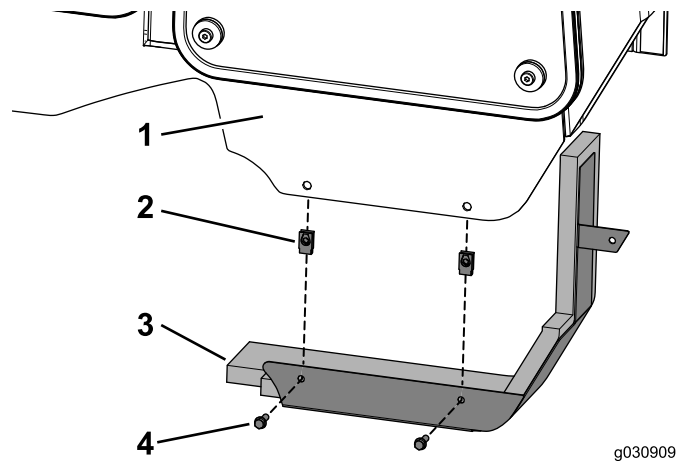

Figura 29
1. Montate i 2 dadi a graffetta sul telaio della cabina (Figura 29).
2. Fissate il gruppo pannello sulla cabina utilizzando i 2 bulloni (1/4 x 3/4 poll.) come illustrato nella Figura 29.